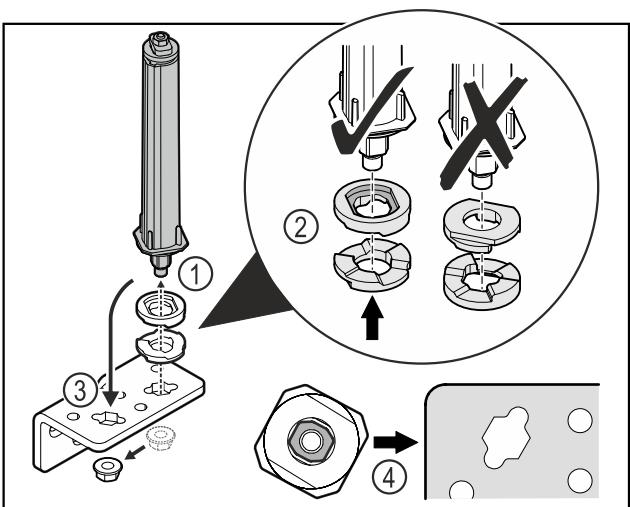

Fig. 27
- Atskrūvējiet uzgriezni un noņemiet durvju slēgšanas sistēmu Fig. 27 (1).
- Ievērojiet augstuma regulēšanas paplākšņu pareizo izvietojumu Fig. 27 (2).
- Pārlieciet durvju slēgšanas sistēmu lokāmajā kronsteinā unnofiksējiet ar uzgriezni Fig. 27 (3).
- Ievērojiet durvju slēgšanas sistēmas pareizo izvietojumu ievietošanas laikā Fig. 27 (4).